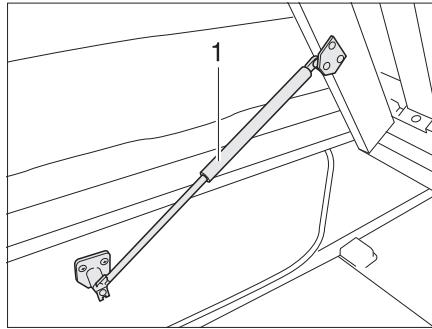

Fig. 170 Cama fija
- Levantar el somier. Los resortes por presión de gas (Fig. 170,1) retienen el somier en la posición abierta.